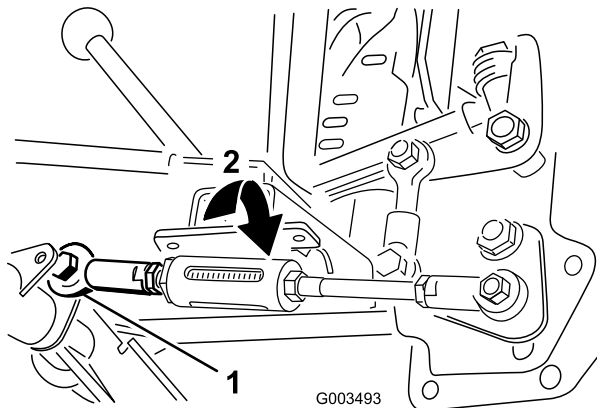

図 19
- A. ロッドをピボットチューブに固定しているボルトとナットを外す (図 19)。
3. スプリングロッドを固定しているロックナットを回転させて、ロッドのねじ山の長さが 6 mm - 13 mm になってスプリングに張力が掛かるように調整する (図 19)。